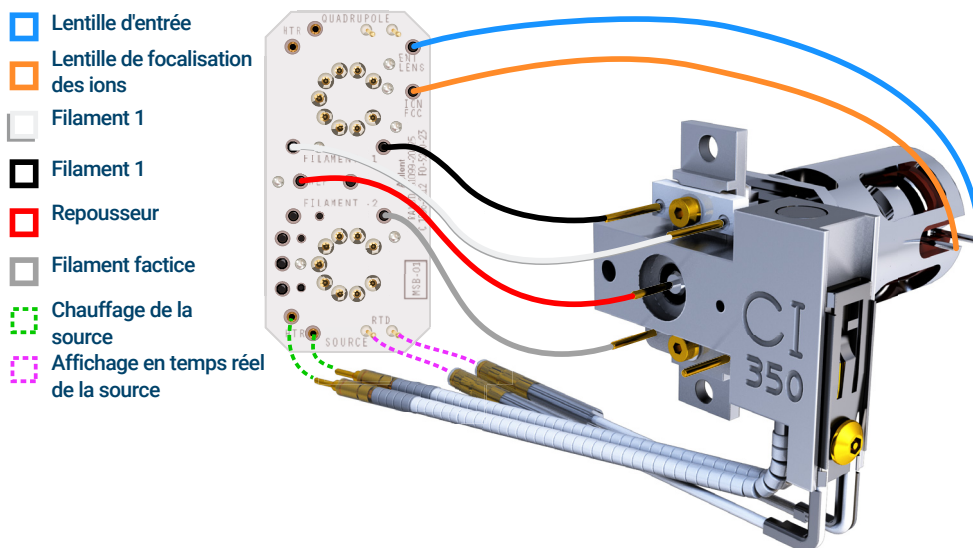

Figure 73. Câblage reliant la CSB et la source
- 1 Utiliser des brucelles ou une pince pour brancher ou débrancher les fils de la carte en céramique (rouge, blanc, noir et gris) au niveau des connecteurs de la source. (Voir **Figure 73**.)